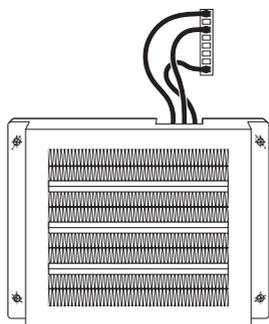

Рис. 14.
- Подключите нагревательный элемент к разъему «мама» в приборе. Убедитесь, что соединение «мама-папа» надежно зафиксировано до щелчка (рис. 14).